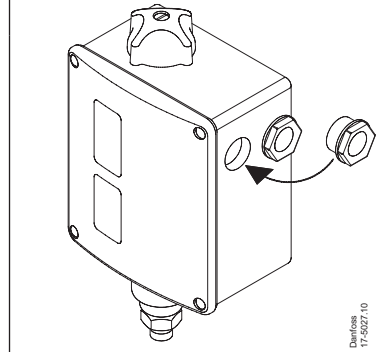

Fig. 3
A set of Pg13.5 cable gland is attached to the RT in a separate bag. To ensure IP66 (units with automatic reset) or IP54 (units with external reset) grade of RT enclosure it is necessary to assemble this gland as shown in the fig. 3. If this gland is not used with a cable, a metal blinding should be also assembled.
2. Set the thermostate for 70 °C by rotating the knob (5)
3. Set the differential adjusting nut (19) between figures 3 and 4, as indicated by the nomogram in fig. 4.
Et sæt Pg13,5 kabelforskruing er vedlagt produktet i en separat pose. For at sikre kapslingsgrad IP66 (enheder med automatisk reset) eller IP54 (enheder med ekstern DANSK RESET) er det nødvendigt at montere denne kabelforskruing som vist i fig. 3. Hvis denne kabelforskruing ikke bruges sammen med et kabel, bør der monteres en blindprop (metal skive).
Die Kabelverschraubungen PG13,5 sind in einem separaten Beutel verpackt. Zum Erreichen des IP66 Schutzgrades (Geräte mit automatischen Reset) oder IP54 (Geräte mit externen Reset) ist eine Montage dieser Verschraubung notwendig, (siehe Abb. 3.). Wenn diese Kabelverschraubung nicht benötigt wird ist ein Metall Blindstopfen zu verwenden.
Un ensemble presse étoupe Pg13.5 est joint au RT dans un sac séparé. Pour assurer l'indice IP66 du RT (pressostat avec réarmement automatique) ou IP54 (pressostat avec réarmement manuel), il faut assembler le presse étoupe comme indiqué sur la fig.3. Si le presse étoupe n'est pas utilisé avec un câble, il faut le boucher avec une pièce métallique.